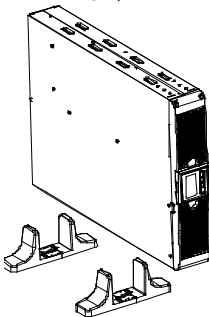

Fig. 1
1. Glisați în jos pe verticală sursa de alimentare neîntreruptibilă și așezați două suporturi pentru sursa de alimentare neîntreruptibilă la capătul turnului (Fig. 1).